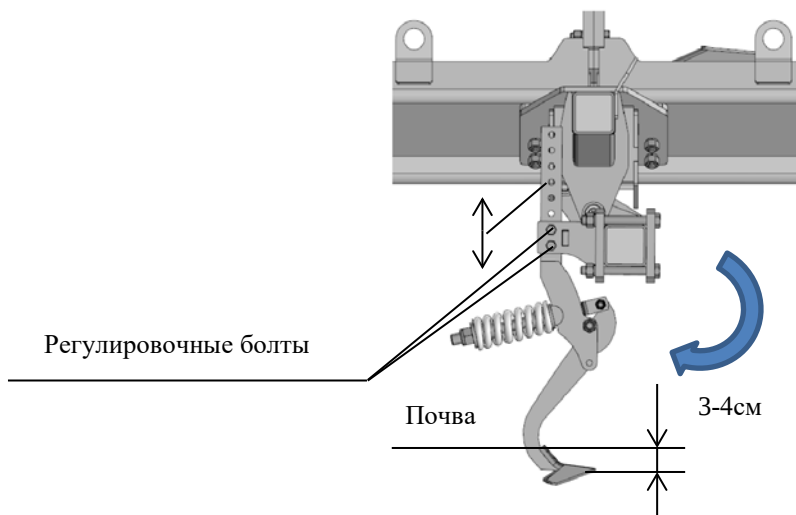

Рис.8 КБМ(Т)-12-4П-Г(Ш)1К-ВС Регулировочные болты следорыхлителя.
- 5.10. При заказе с опцией "Следорыхлитель" необходимо перед началом работы отрегулировать высоту рабочих органов следорыхлителя с помощью двух болтов, таким образом, чтобы лапы уходили в почву на глубину 3-4 см., рис. 8. После регулировки необходимо провести контрольный проход агрегата в поле с замером глубины обработки. При необходимости, повторить регулировку рабочих органов.